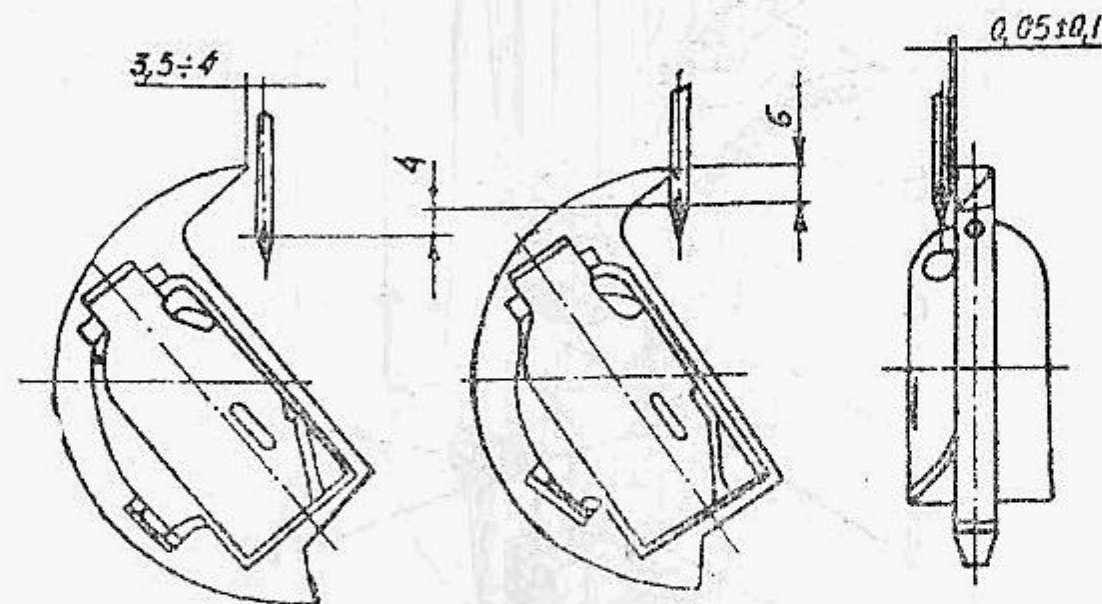

Рис. 2
6.3. Правильная установка носика челнока относительно иглы показана на рис. 2.
в) установка челнока по отношению к игле показана на рис. 2;